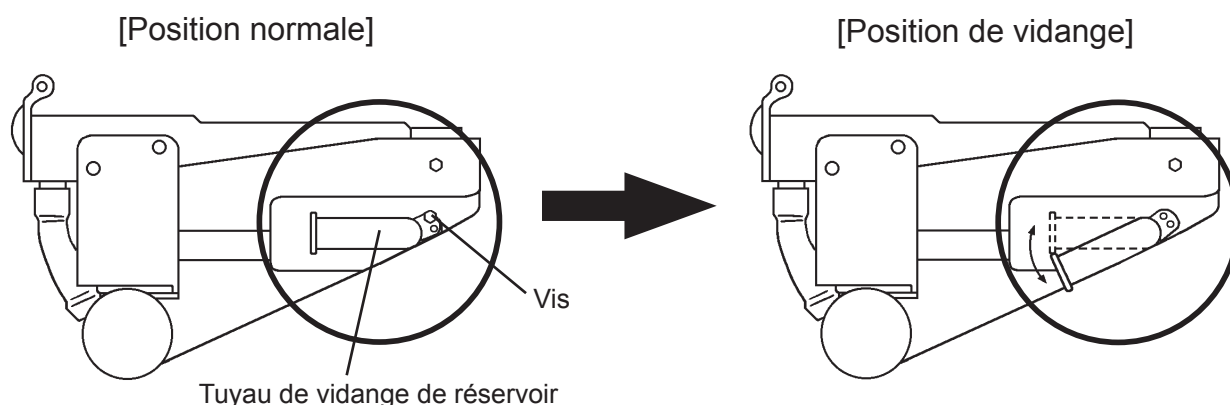

Fig. 11
- 1) Retirer la vis située sur le devant du réservoir d'eau. Mettre le tuyau de vidange du réservoir d'eau en position de vidange (voir Fig. 11). Fixer le tuyau de vidange de réservoir avec la vis.